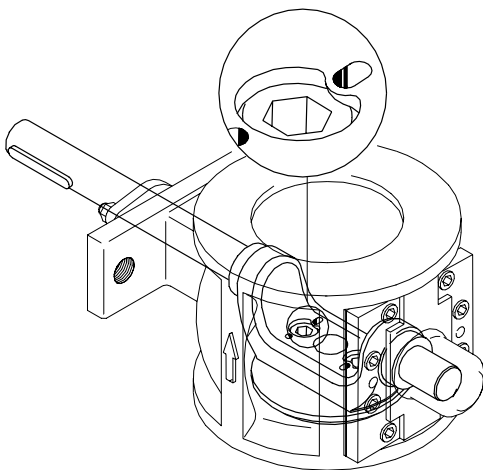

Fig.6-13.1 Montage DN 40-250
2. **DN 40-250:** A l’arrière du secteur sphérique, verrouiller les têtes de vis à l’aide d’un poinçon. Il est recommandé d’utiliser les perçages existants pour cette opération (→ Fig. 6-13.1).
2. **DN 40-250:** Bloquer les vis à l'arrière du support axe avec un pointeau. Il est recommandé d'utiliser les marques prévues à cet effet. (→ Fig. 6-13.1).